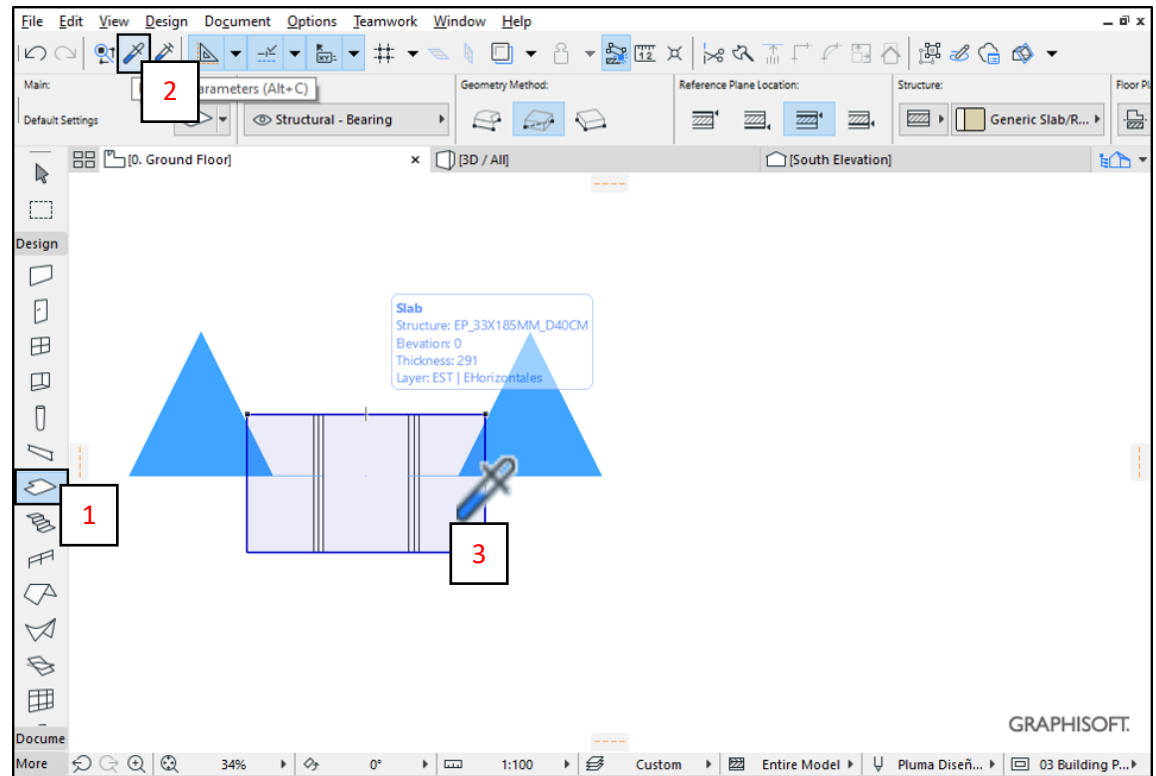

Fig. 13
- A. Ir a la *Paleta de Herramientas* y seleccionar **Slab Tool** (1). (*Fig. 13*)
- B. Luego ir a la *Barra de Herramientas Estándar* y elegir la herramienta **Pick Up Parameters** (2). (*Fig. 13*)
- C. Pinchar la losa del módulo de la solución constructiva insertada (3) (sin los elementos de madera). (*Fig. 13*)